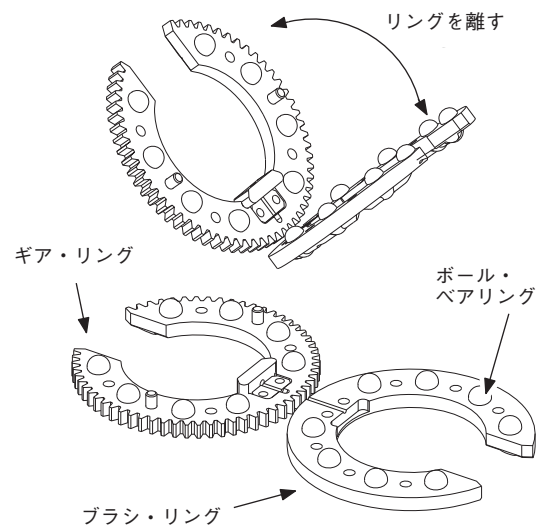

図 40：ギア・リングをブラシ・リングから取り外す
3. ギア・リングをブラシ・リングから完全に離します（図 40 参照）。ギア・リングを作業台の上に平らに置きます。